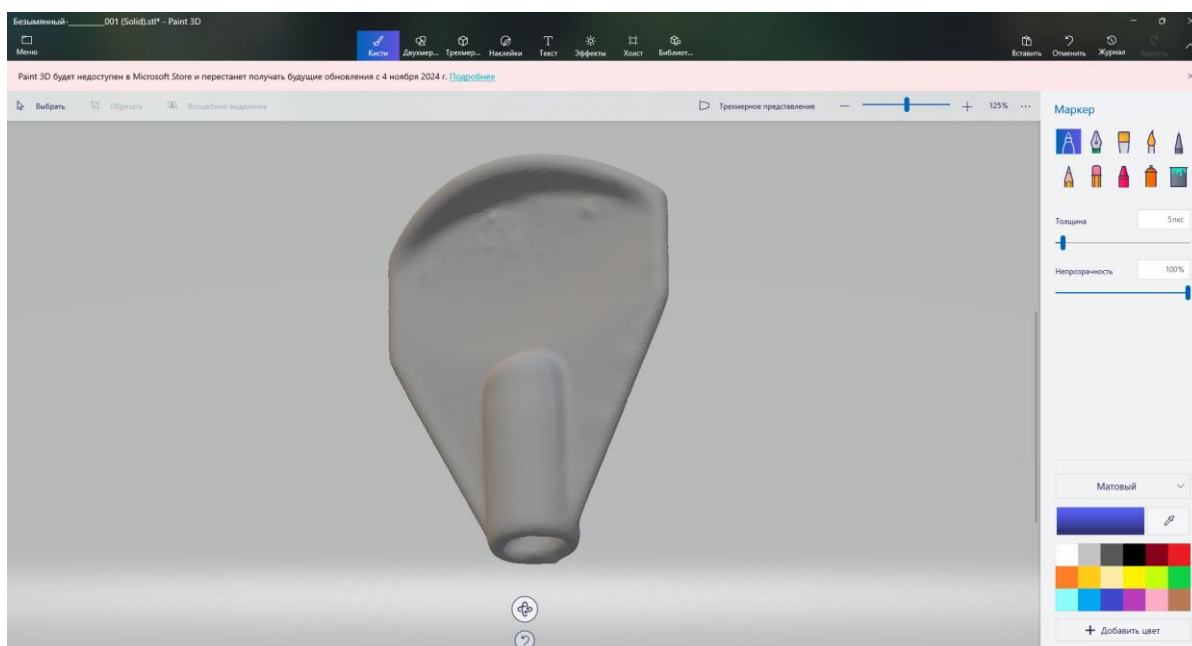

Рис. 22. Экспорт отредактированной модели
6. сохраните в указанную папку (Рис. 22)